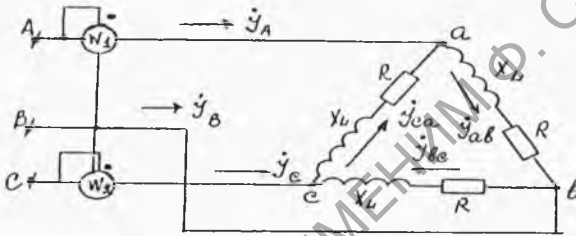

Рис. 1.1
**Задача.** В трехфазную сеть с линейным напряжением  $U_{\text{л}}=220\text{В}$  включен приемник, соединенный треугольником, сопротивление каждой фазы которого  $\underline{Z} = (10 + j10)\text{Ом}$  (Рис.1.1). Найти токи в каждой фазе нагрузки и линии и показания каждого ваттметра. Построить векторную диаграмму. Найти те же величины при обрыве цепи в точке  $a$ .